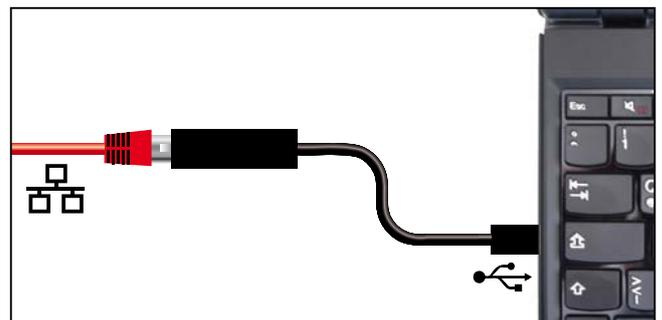

Рис. 7 Переходник USB-Ethernet
- ▶ Переходник USB - Ethernet (Рис. 7) Позволяет подключать интерфейс Ethernet (см. стр. 12) к USB-порту компьютера/ноутбука.